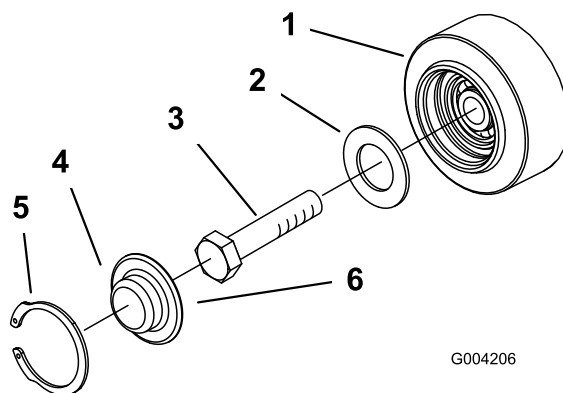

Figura 52
3. Retire la anilla a presión y el tapón de una de las ruedas de rodaje (Figura 52).
4. Compruebe la grasa que hay debajo del tapón y alrededor de la junta (Figura 52). Si está sucia, tiene arenilla o queda poca grasa, elimine toda la grasa, cambie la junta, y añada grasa nueva.
6. Coloque el tapón engrasado sobre la cabeza del perno (Figura 52).
7. Sujete el tapón de la rueda de rodaje con la anilla a presión (Figura 52).